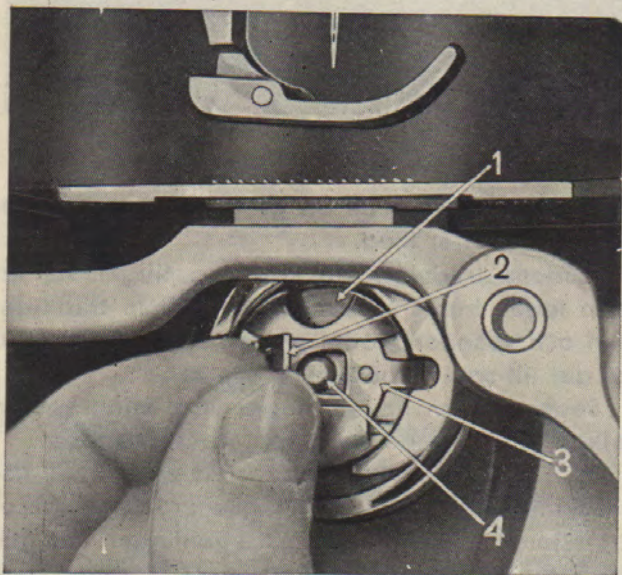

Fig. 4.
Ställ nålstången i sitt högsta läge och drag ut den skjutbara luckan till vänster om stygnplåten. Spolkapseln uttages lämpligast från bordets undersida genom att öppna den rörliga klaffen (2) på spolkapseln, varefter den kan uttagas (se fig. 4).
Insättning av spolkapseln sker med samma grepp som vid uttagningen (se fig. 4) med nålstången ställd i sitt högsta läge och med skjutluckan utdragen. Spolkapseln placeras på griparens centrumtapp med den halvrunda öppningen (1) rätt upp och tryckes in tills regeln (3) griper in i spåret vid tappens spets (4), varefter regelklaffen släppes. Genom att trycka på kapselns framsida, övertygar man sig om, att den är